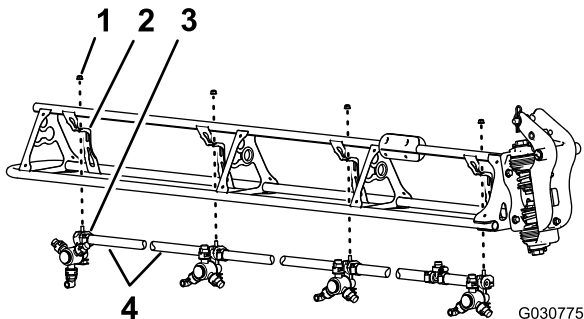

図 132
1. ふたつのノズルの間でホースを切断する 図 132。
2. ノズルをノズルサポートに固定しているフランジロックナット5/16"を外す 図 132。